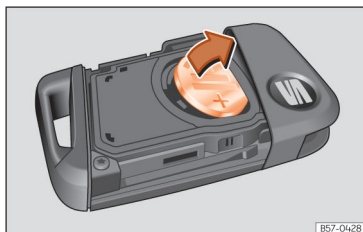

Fig. 47 Chave do veículo: remoção da pilha.
- Retire a pilha do seu compartimento fazendo alavanca >>> **Fig. 47.**
- Encaixe uma pilha de botão nova no compartimento >>> ①.